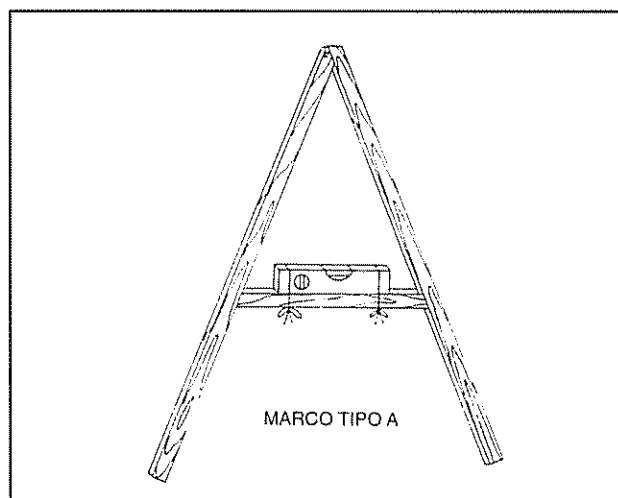

Figura 1 El marco tipo A es una herramienta tradicional fácil de manejar que ayuda en la formación de las curvas de nivel
1. Se marcan líneas en contorno entre 4 y 6 metros de distancia (depende del grado de inclinación de la pendiente). Puede utilizarse un marco tipo A para trazar las curvas de nivel (Figura 1).